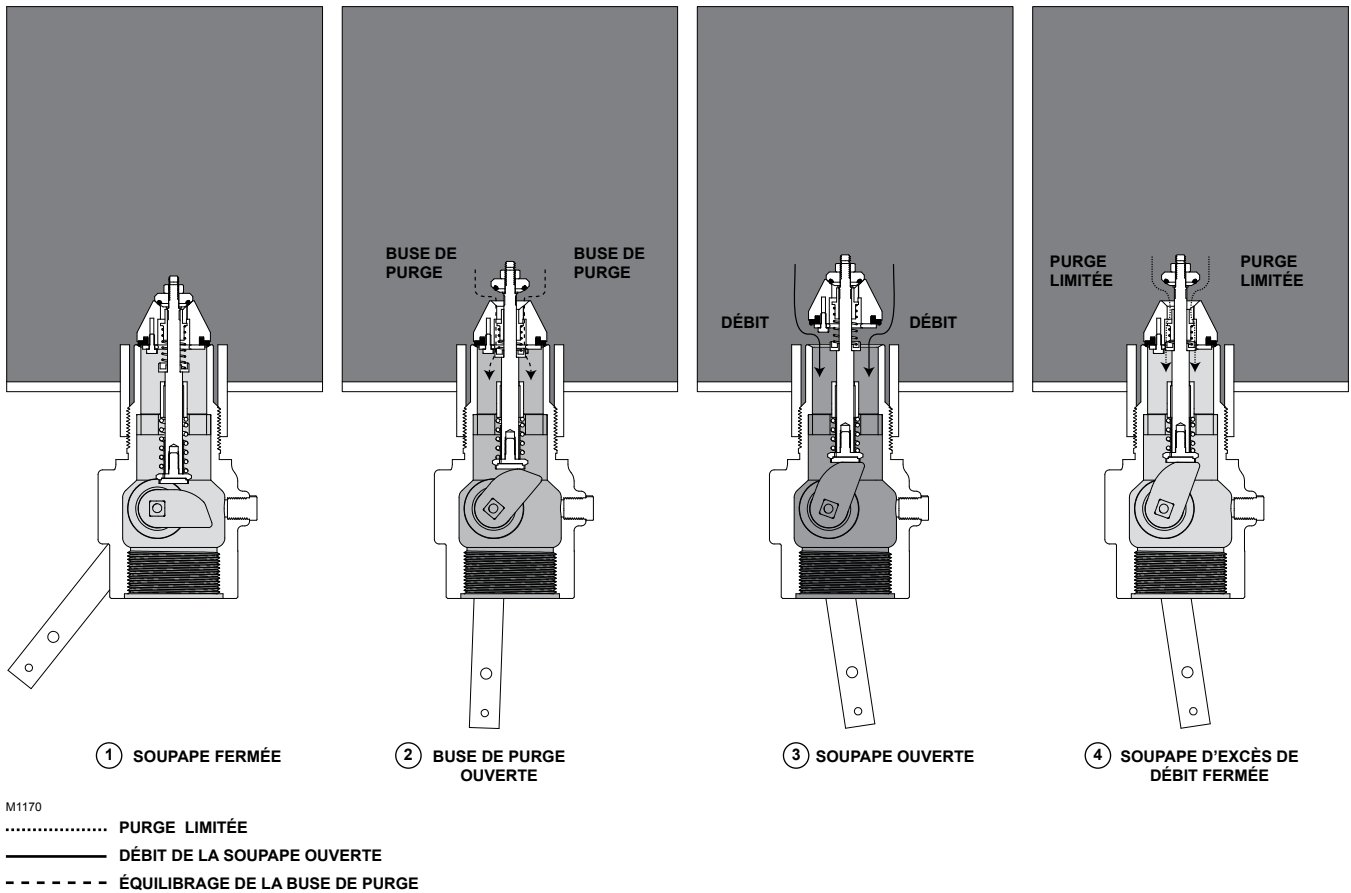

Figure 3. Schéma de fonctionnement
3. Déplacer le levier en position semi-ouverte (Figure 3, vue n° 2) pour équilibrer la pression. Quand le clapet principal s'ouvre avec un déclic, déplacer le levier de fonctionnement en position de pleine ouverture.
Voir le schéma de principe, Figure 3. Sur la vue n° 1, la soupape est maintenue fermée par la pression du réservoir et par le ressort de fermeture de la soupape. Il n'y a pas de fuite au-delà des sièges élastiques du clapet vers la sortie de soupape.
- Voir la Figure 3 en visualisant l'extrémité du demi-arbre (a) par laquelle est attaché le levier ou l'actionneur.
- Les deux ailes du presse-étoupe doivent être en haut, comme illustré dans la Figure 3.